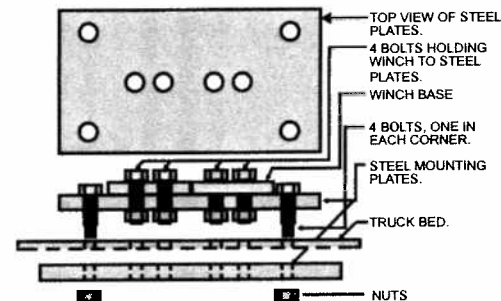

Figure 6
- Utilisez deux plaques d'acier et percez huit trous de 10mm dans chaque plaque comme illustré par la figure 6.
1. Use two steel plates and drill eight 3/8" holes on each plate as shown in figure 6.
1. Bohren Sie acht 3/8"-Löcher in zwei Stahlplatten ein wie abgebildet in Abbildung 6.